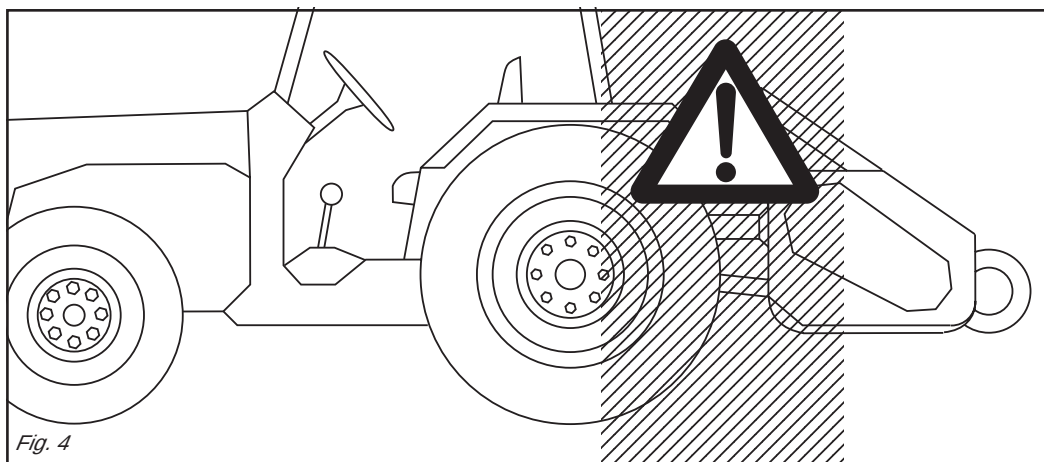

Fig. 4
- 24) Det är absolut förbjudet att stå mellan traktor och maskin (Fig. 4) när traktormotorn är igång och kraftuttaget är tillslaget utan att först ha aktiverat parkeringsbromsen och placerat stoppkilar för traktorn hjul för att förhindra denna från att rulla iväg. Håll nödvändigt säkerhetsavstånd till slagorna eftersom dessa kan slunga iväg lösa stenar eller dylikt under arbetet.
- 28) Det är absolut förbjudet att stå mellan traktor och redskap när 3-punktslyften manövreras (Fig. 4).